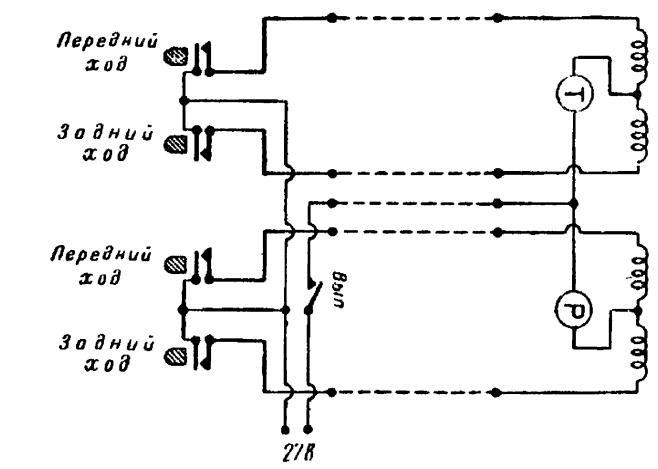

Рис. 7
**Рулевое управление** осуществляется посредством рулевой машинки. Такая машинка состоит из отдельного электродвигателя и подвижной гайки с фрикционной передачей. Электродвигатель желательно ставить на 27 в. Если же для его питания потребуются меньшее напряжение, то последовательно включите в цепь гасящее сопротивление. Якорь рулевой машинки должен вращаться вправо и влево. Реверсирование же можно получить от любого двигателя. На управление передними колесами нужна незначительная мощность, поэтому можно расчлнить обмотку статора. Осторожно разберите двигатель и к проводу, соединяющему обе обмотки, припаяйте гибкий проводок от щетки. Свободные концы обмоток выведите наружу. Провод от второй щетки будет общим (рис. 7). Двигатель соберите и включите так же, как МУ-50. Теперь и его якорь сможет вращаться в одну и в другую сторону. Принцип действия подвижной
**Управление.** На рис. 7 приведена электрическая схема соединения тягового (Т) и рулевого (Р) электродвигателей с кнопочным пультом управления. Связь между моделью и пультом осуществляется гибким кабелем из пяти многожильных высокочастотных проводов (на схеме они обозначены пунктирными линиями). Во время движения модели кабель часто находится на земле, поэтому, чтобы уберечь его от случайных порезов и разрывов, закройте провода в изоляцию. Достаньте хлорвиниловую трубку длиной 5—6 м и пропустите через нее тонкую стальную проволоку. Затем привяжите к проволоке кабель и протяните его через трубку. На днище капота и на задней стенке пульта зажмите кабель полосками плотного картона, которые привинтите по краям болтиками. В пульте установите понижающий трансформатор и селеновый столбик, это сделает всю установку компактной, что удобно для переноски. На передней панели пульта, которая должна располагаться наклонно, установите четыре кнопки звонкового типа и перекидной выключатель (тумблер). Днище пульта для облегчения монтажа сделайте открывающимся. Самый подходящий материал для пульта — фанера. Зачищенная шкуркой и покрашенная лаком, она придает пульта изысканный вид.